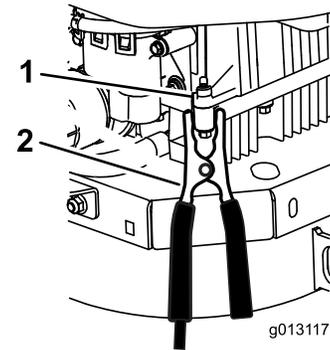

图51
6. 最后连接到缺电电池机器的**发动机缸体** (而不是电池负极)，远离电池，并往后站 (图51)。